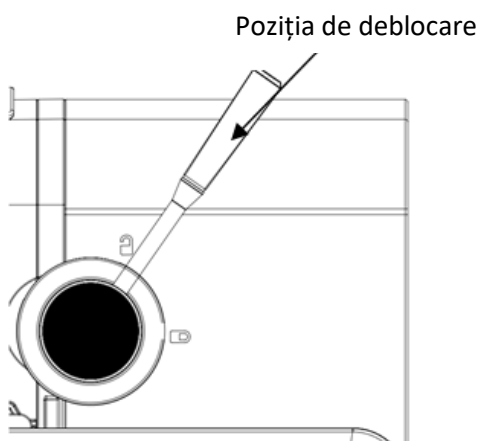

Figura 3
- Deconectați aparatul de la sursa de alimentare cu energie electrică, rotiți maneta de blocare a recipientului la poziția „Deblocat”(așa cum este indicat în figura 3), detașați recipientul, apoi scoateți spirala de amestecare, curățați-o și ștergeți-o cu o lavetă uscată.